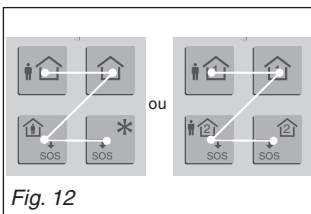

Fig. 12
5.4. Adressage (fig.12)
Appuyer sur les touches (fig. 12) de la télécommande à distance dans l'ordre indiqué : touche supérieure gauche, touche supérieure droite, touche inférieure gauche, touche inférieure droite.